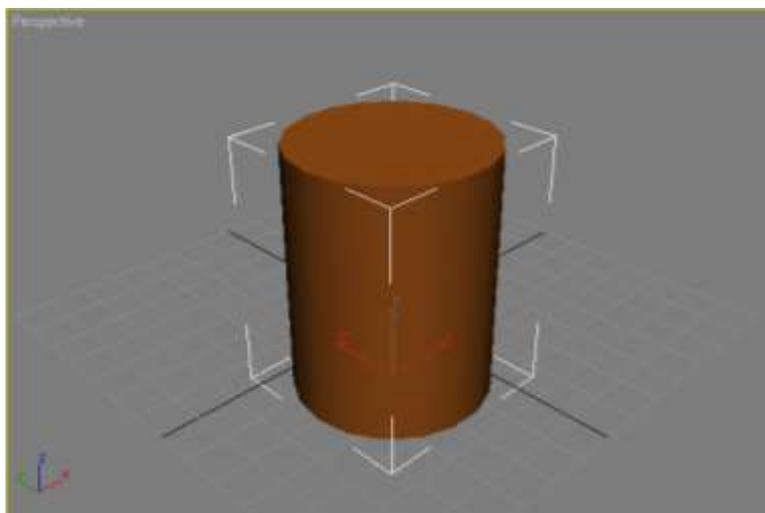

Рис. 8 – Создание примитива **Cylinder** (Цилиндр) в окне проекции
1. Создайте в окне проекции объект **Cylinder** (**Цилиндр**) (рис. 8) со следующими параметрами: Radius (Радиус) — 30, Height (Высота) — 100, Height Segments (Количество сегментов по высоте) — 5, Cap Segments (Количество сегментов в основании) — 1, Sides (Количество сторон) — 18. Чтобы объект принял сглаженную форму, установите флажок Smooth (Сглаживание).